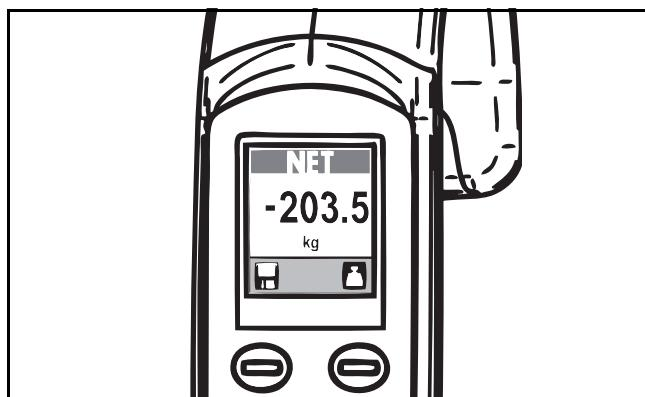

Fig. 68
- 3) Vuelva a instalar el arnés en la MAXI MOVE. Ignore el signo de menos anterior a los dígitos que aparecen en la pantalla. Deje que se establezca la lectura del peso. El peso mostrado es el peso real del paciente (véase la Fig. 68).